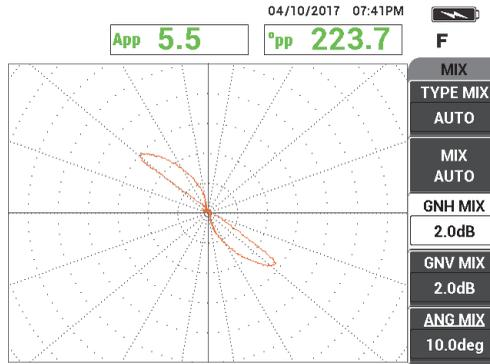

**Figure 5-172 Signal provenant du trou débouchant après le réglage de l'angle MIX AUTO**
- Appuyez sur **ANG MIX** (touche E), et puis tournez le signal **MIX** jusqu'à ce que le signal provenant du trou atteigne un niveau de phase approximatif de  $40^\circ$  (voir la Figure 5-172 à la page 266).